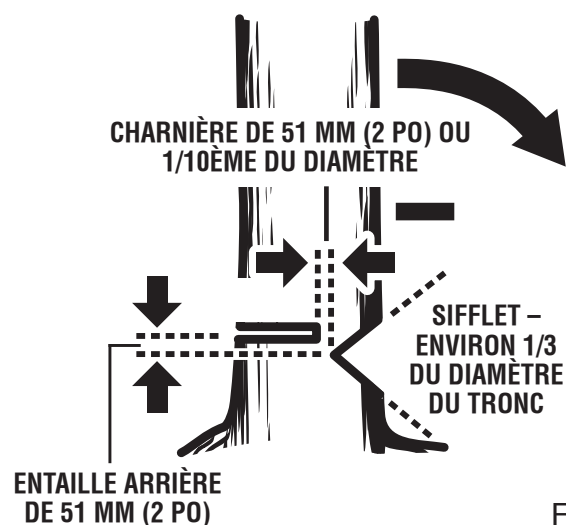

Fig. 20
- **Entaille de dessous.** Pratiquer une entaille d'environ le tiers du diamètre du tronc comme illustré la figure 20. Veiller à ce que les entailles du sifflet se rejoignent à angle droit par rapport à la ligne de chute. Le sifflet doit être taillé de façon à présenter une ligne droite. Pour empêcher le pincement de la scie sous le poids du bois, toujours effectuer l'entaille inférieure en premier. *Voir la figure 20.*
- **Entaille d'abattage.** L'entaille d'abattage doit toujours être de niveau et horizontale et effectuée à au moins 51 mm (2 po) au-dessus de l'entaille horizontale du sifflet. *Voir les figures 20 et 21.*
- Ne jamais couper jusqu'au sifflet. Toujours laisser une épaisseur de bois d'environ 51 mm (2 po) ou 1/10ème du diamètre du tronc entre l'entaille d'abattage et le sifflet. Ceci s'appelle une « charnière ». Cette charnière contrôle la chute de l'arbre et empêche le tronc de glisse, de pivoter ou de basculer sur la souche. Voir les figures 20 et 21.